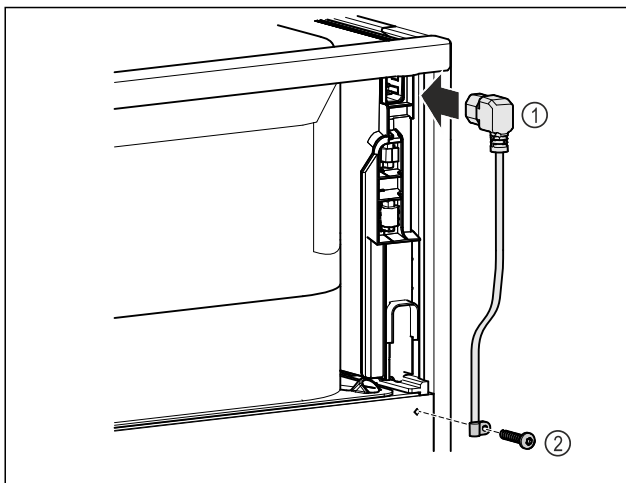

Fig. 11
- ▶ Pistke võrguühendusjuhtme Fig. 11 (1) külmutusseadme pesa seadme tagaküljel sisse.
- ▶ Monteerige tõmbetõkis. Fig. 11 (2)